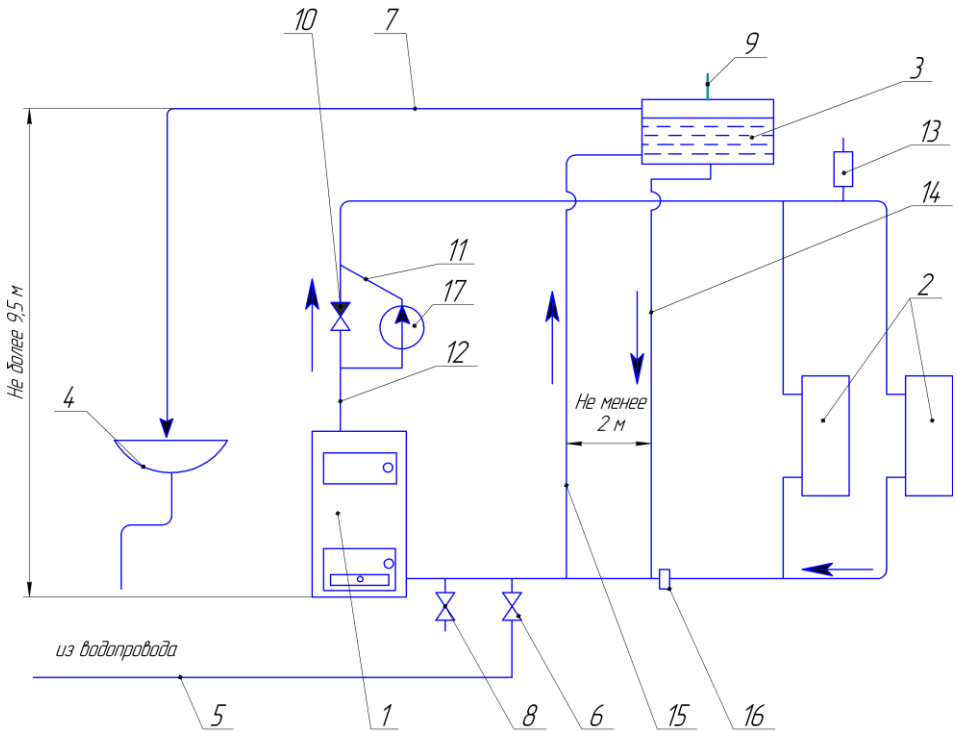
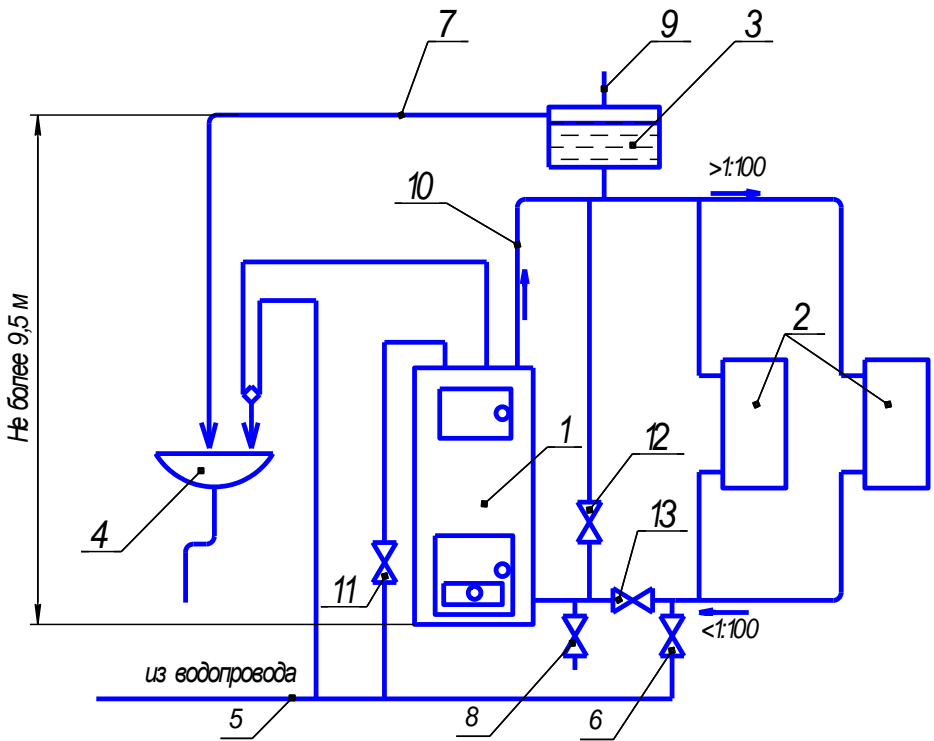
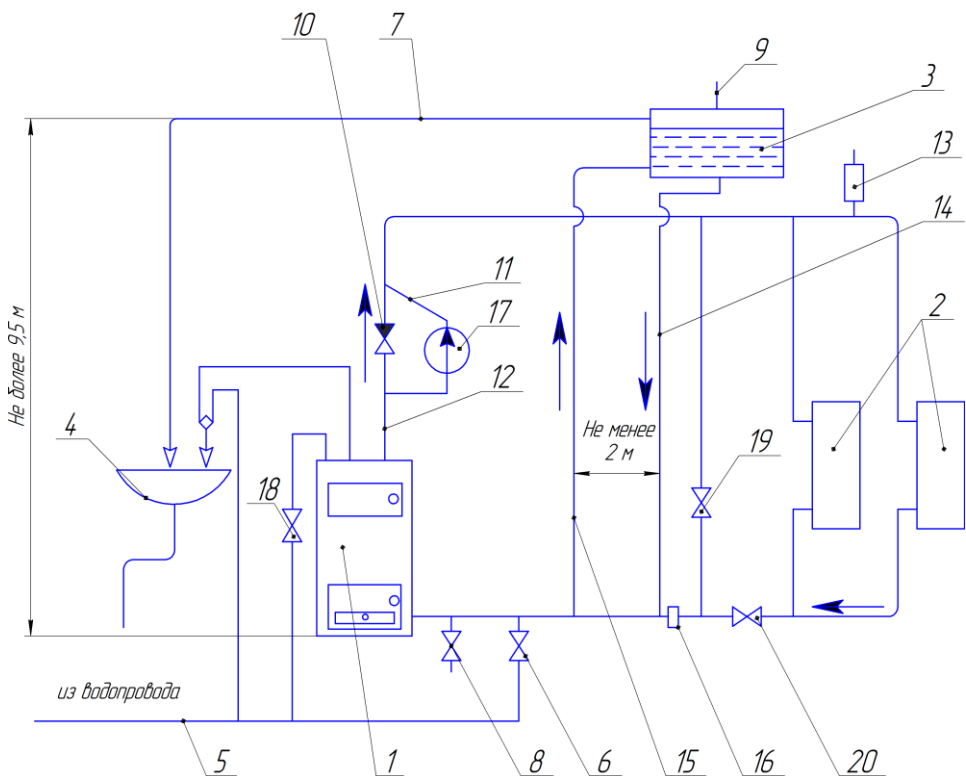

Рисунок 6.3 - Схема присоединения котла к отопительной с искусственной циркуляцией.
Рисунок 6.4 - Схема присоединения котла с водоподогревателем к отопительной системе с естественной циркуляцией.
Рисунок 6.5 - Схема присоединения котла с водоподогревателем к отопительной системе с искусственной циркуляцией.
6.8 При необходимости, для создания циркуляции горячей воды в системах отопления, можно использовать циркуляционный насос, например ЦН-25-6 (ЦН-32-6) (рисунок 6.3 и рисунок 6.5).
8.2 При длительном водозаборе горячей воды целесообразно увеличить форсировку котла и довести температуру воды в котле до 85-90°C, для этого необходимо пробковый кран 12 рисунок 6.4 (19 рисунок 6.5) открыть, кран 13 рисунок 6.4 (20 рисунок 6.5) закрыть. При этом перекрывается система отопления. После окончания водозабора горячей воды и для восстановления циркуляции воды в системе отопления пробковый кран 13 рисунок 6.4 (20 рисунок 6.5) открыть, а кран 12 рисунок 6.4 (19 рисунок 6.5) закрыть. Для обеспечения длительного водозабора с постоянными параметрами воды котел должен работать в стационарном режиме (постоянной форсировкой топки при сжигании твердого топлива).
8.3 При использовании горячей воды в зимнее время кран 12 рисунок 6.4 (19 рисунок 6.5) не открывать на длительное время во избежание замерзания воды в системе отопления.
9.1 Наполнение системы водой из водопровода производится через вентиль 6 (рисунок 6.2 и рисунок 6.3). Наполнять до появления воды из переливной линии. Для опорожнения системы в нижней точке её устанавливается спускной вентиль 8.